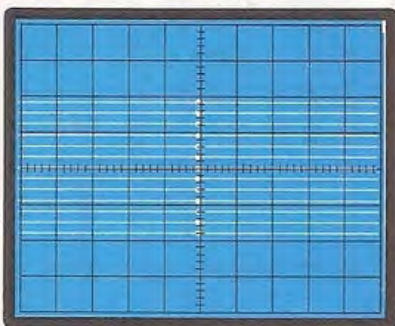

Fig. 28 Se sullo schermo appaiono le sole righe orizzontali significa che la corrente di Gate è insufficiente.
- Se al contrario non appare alcuna traccia in verticale, ma solo linee orizzontali (vedi fig. 28), dovremo aumentare il valore della corrente di gate, passando dagli 1 milliamper iniziali a **2, 5, 10 o 20 milliamper**, fino ad ottenere sullo schermo l'immagine voluta.